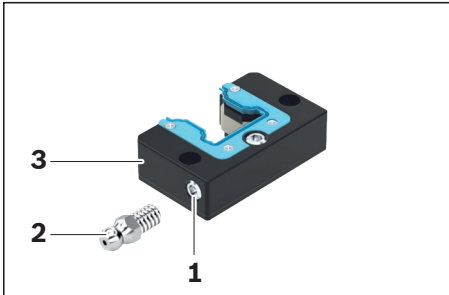

图 1
*) 低滚珠滑块 FNN、SNN、FKN 和 SKN 行程较低。见曲线图 1 "对于带前置润滑单元的滚珠滑块，取决于负载的补充润滑周期"。
- ▶ 从润滑孔中取出螺纹销 (图 1, 序号 1), 并妥善保管。
- ▶ 旋入润滑嘴 (2)。
- ▶ 将前置润滑单元 (3) 平放, 根据表 1 给出的用量加注润滑油, 然后静置约 36 个小时。
根据曲线图 1, 当达到补充润滑周期后, 则必须根据表 1 给出的油量, 加注润滑剂。